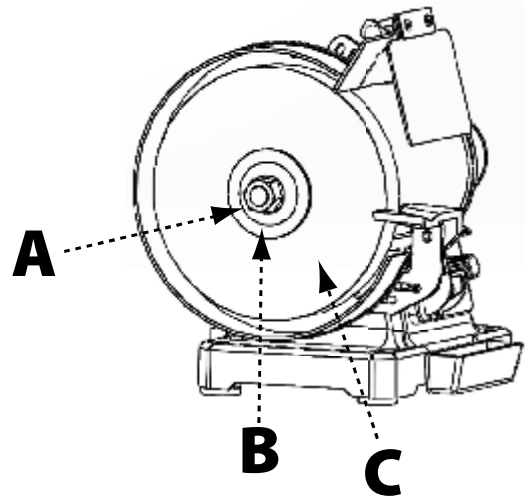

FIGURA 9
1. Retire los (3) tornillos que sujetan la cara exterior de la guarda del disco al marco de la herramienta.
3. Con una llave adecuada, en la tuerca del eje (B) al tiempo que usa la otra mano para impedir que el disco se mueva. Afloje la tuerca del eje.
4. Retire la tuerca del eje (A), la brida del disco (B) y el disco abrasivo usado (C) como se muestra en la Figura 9.